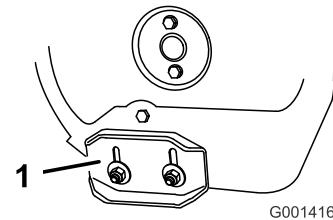

Рисунок 42
- Ослабьте затяжку гаек, крепящих оба положа к боковинам шнека, так, чтобы шнек мог легко перемещаться вверх и вниз (Рисунок 42).